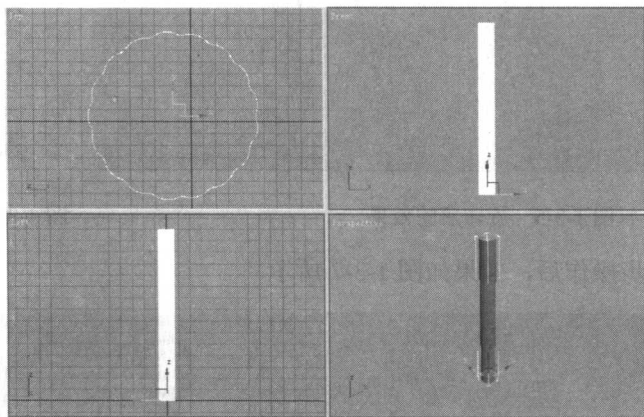

图 1-3-3 制作柱身
(3) 使用【挤出】修改器, 首先将物体挤出一定的高度, 用来制作罗马柱的柱身。具体高度如图 1-3-3 所示。